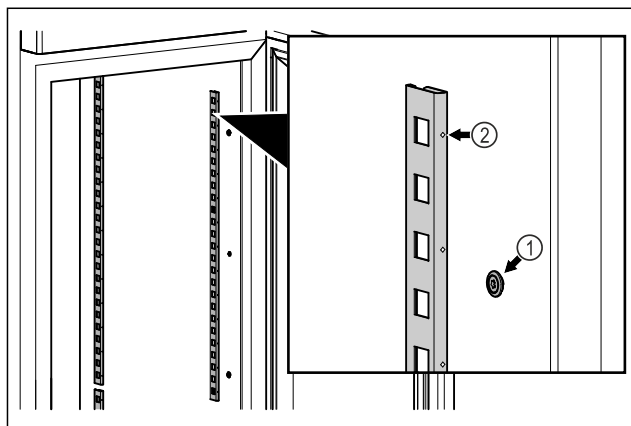

Fig. 85 Beispielhafte Darstellung
- Rastenleisten in Aufhängung Fig. 85 (1) einhaken. Markierung Fig. 85 (2) muss nach vorne zeigen.